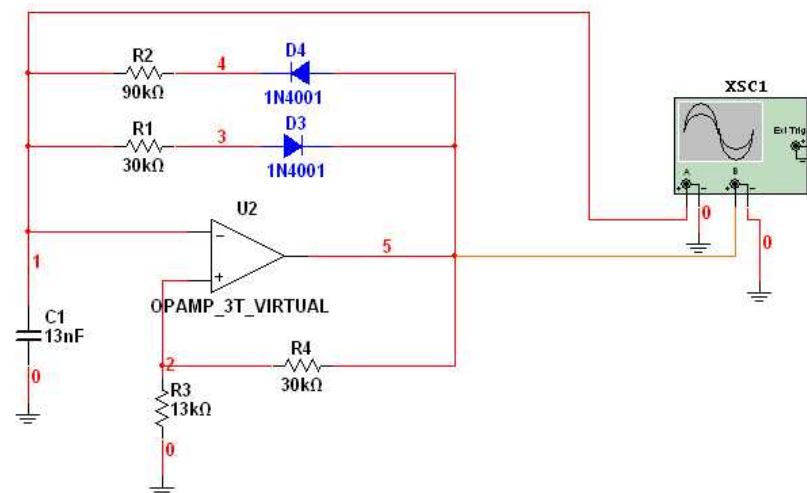

Рис. 52. Схема для мультивибратора на ОУ
1. Собрать схему мультивибратора на ОУ, изображённую на рис. 52.